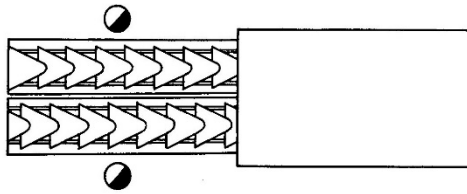

Bild 2
10. Legt man, wie es normalerweise geschieht, die Filze in zwei Reihen in die Maschine ein und eckt nach jedem Durchgang, dann arbeitet man mit zwei Bedienungspersonen, wobei jede Person die ihre zugewandte Reihe eckt, wie es im Bild 2 dargestellt ist.